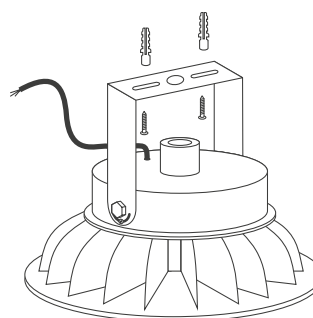

Рис. 3. Установка светильника на скобу
- Установите светильник на поверхность и отрегулируйте угол наклона, предварительно ослабив фиксирующие винты на скобе (см. рисунок 3).